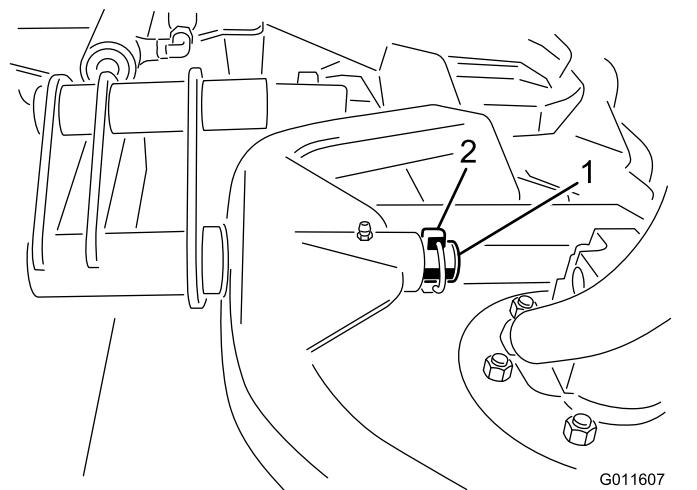

図 4
3. デッキのキャリアフレームを昇降アームのピボットピンに入れ、リンチピンで固定する図4。